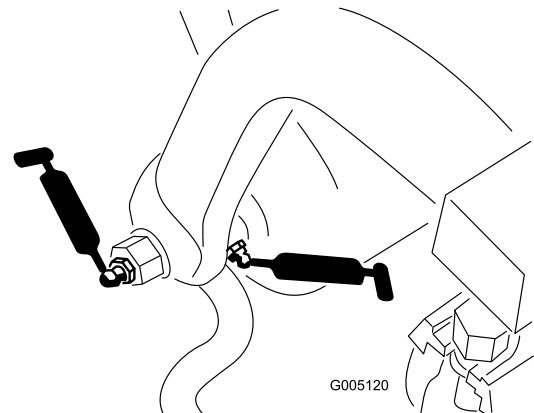

Figure 39
- Axe et rouleur de cadre de traction (12) (Figure 39)